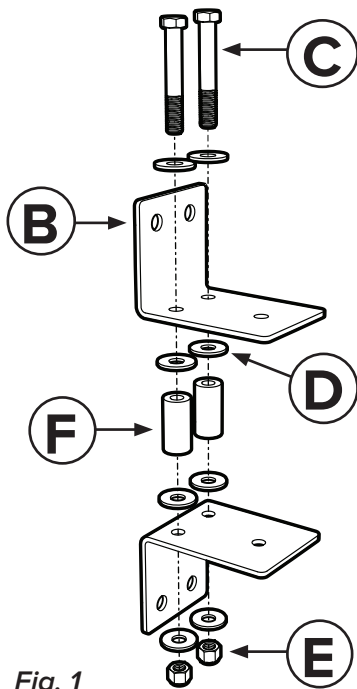

Fig. 1
Arme los soportes de montaje (B) con los tornillos (C), arandelas (D) y tuercas (E) dejando espacio para el brazo giratorio (A). Ver Fig. 1.